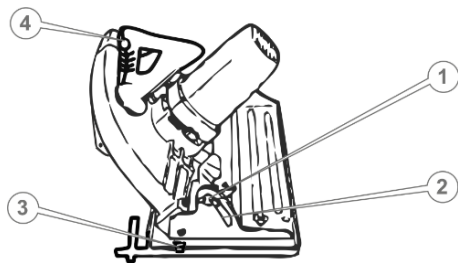

Рисунок 4. Регулювання кута різі
1. Встановити пилу на рівній чистій поверхні верстата у положення, як на рис. 4.
2. Послабити смушкову гайку (1, рис. 4) механізму регулювання кута різі.
3. Акуратно нахилити корпус пили відносно бази та встановити необхідний кут різі (у межах від 0 до 45 градусів), використовуючи градуйовану шкалу (2, рис. 4).
4. Надійно затягнути гайку (1, рис. 4) механізму регулювання кута різі.
1. викрутити притискний гвинт (1, рис. 4);
2. розташувати паралельну напрямну (3, рис. 4) у пазах металевої бази (2, рис. 4) та затиснути гвинт.